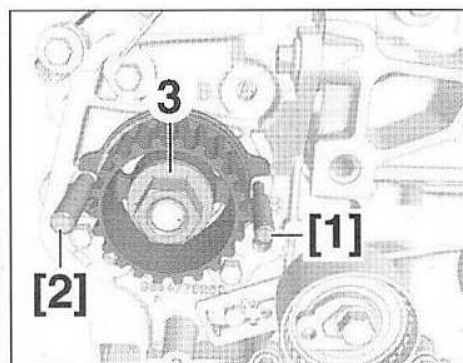

FIG.49
- Déposer l'outil [1] (Fig.49).
- Déposer l'écrou (3).